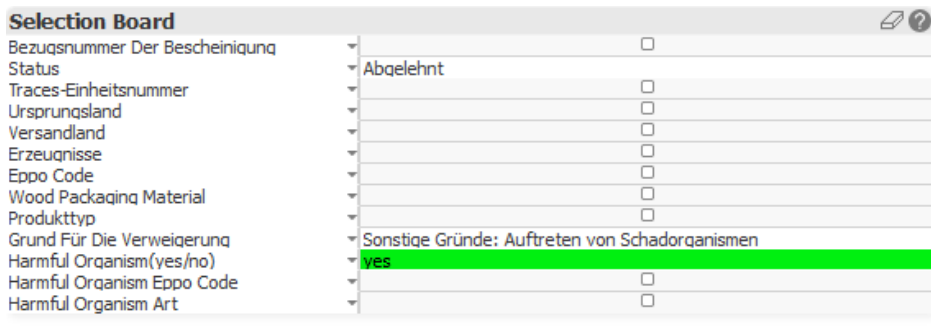

Abbildung 42: Dropdownliste zum Befall mit einem Schadorganismus in der Anzeige *Selection Board*
2. Um ausschließlich Beanstandungen angezeigt zu bekommen, die einen Befall mit einem Schadorganismus aufweisen, öffnen Sie nun im *Selection Board* die Dropdownliste von *Harmful Organism* (yes/no) (Schadorganismus ja/nein) (Abbildung 42)